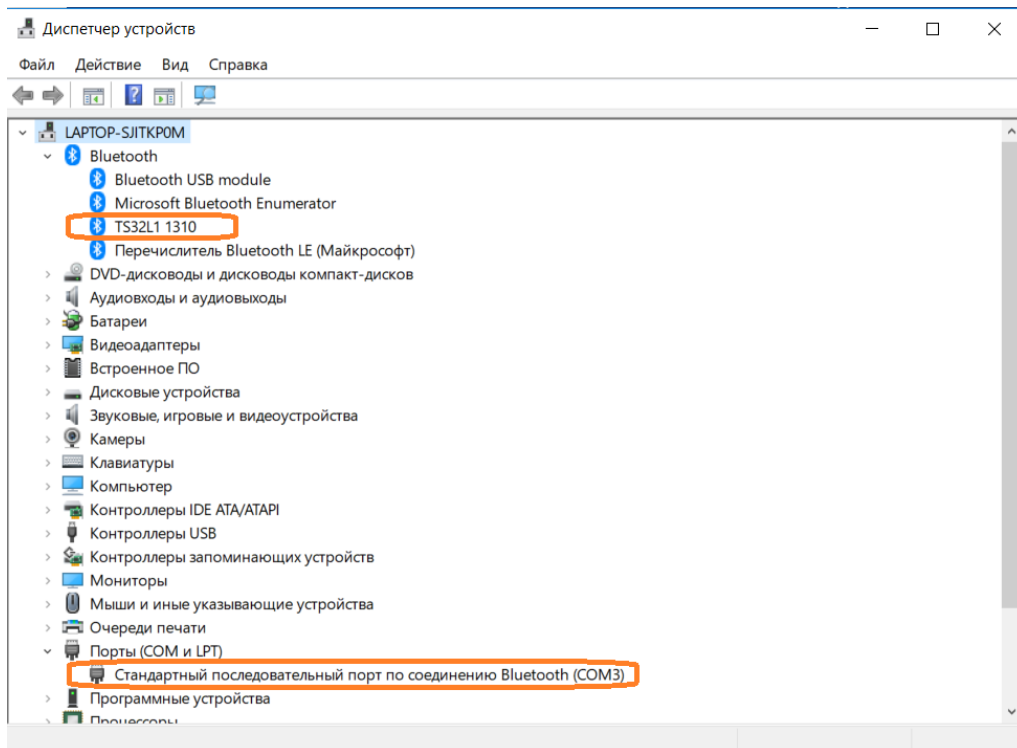

Рисунок 6 – Настройка подключения по Bluetooth
3.2.7 Откройте **Диспетчер устройств Windows**. Убедитесь, что в перечне Bluetooth-устройств появилась тензостанция, а в перечне COM-портов появился Стандартный последовательный порт по соединению Bluetooth, как показано на рис. 6.